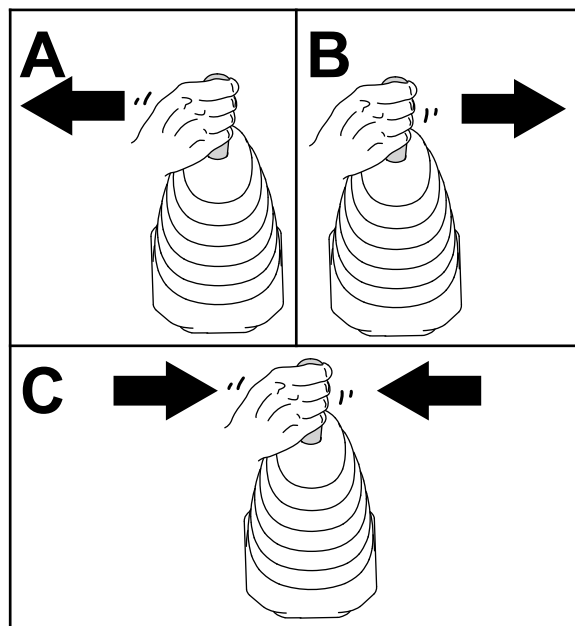

図 49
6. ローダ用ジョイスティックを左右に動かし、次に後ろに動かし、そのあとニュートラルに戻す。これで油圧カップラに掛かっている圧力が解放される 図 49。